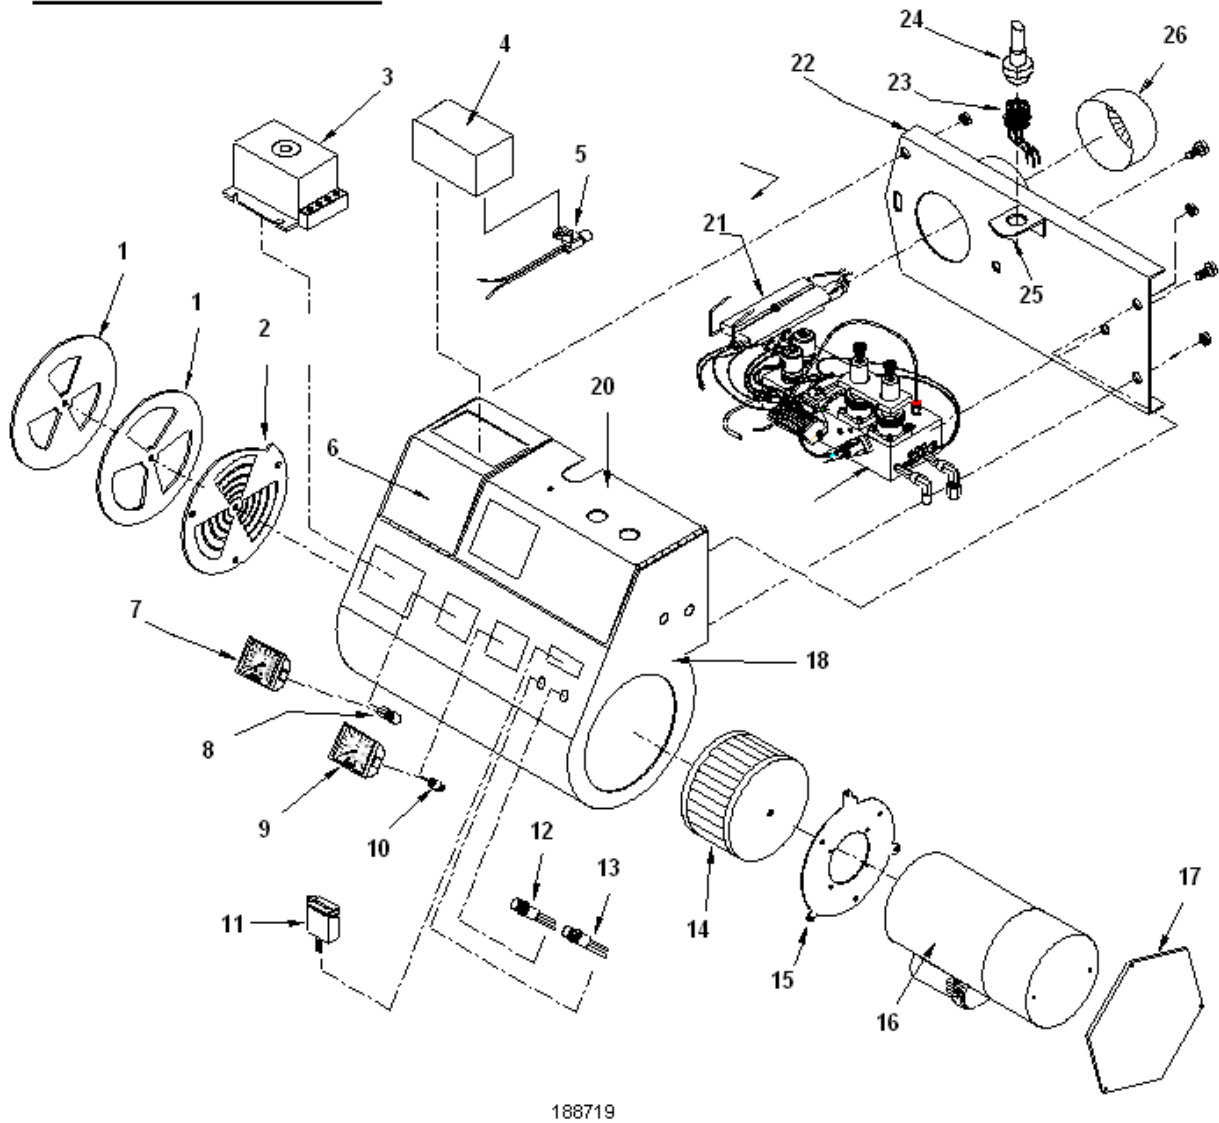

Рис.2 Компоненты горелки
4.Основные компоненты горелки (рис.2):